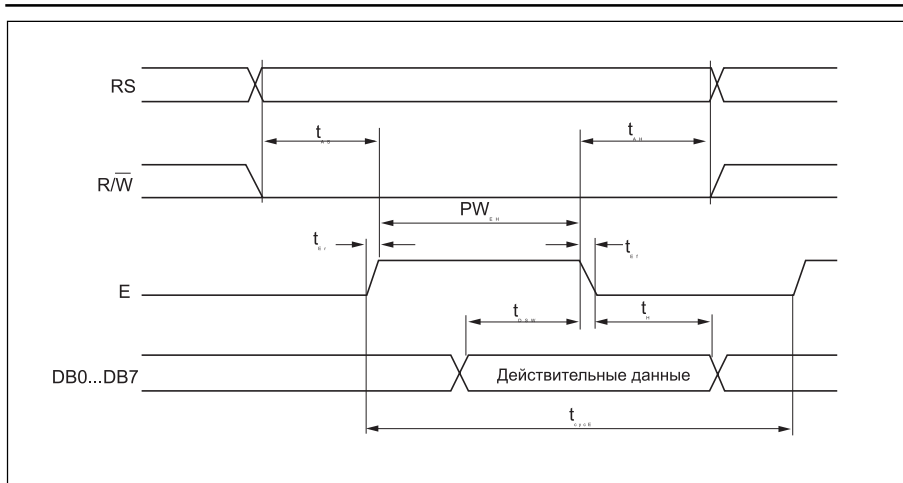

Рис. 3. Временная диаграмма операции записи
Другой вариант - очень простой путь - обмен с ЖКИ-модулем выполняется чисто программными средствами, через порты ввода-вывода управляющей микро-ЭВМ. В дальнейшем мы сконцентрируем внимание именно на этом варианте, так как он позволяет рассмотреть общий случай, абстрагируясь от конкретной системы. Вариант соединения с системной шиной, напротив, требует рассмотрения конкретных устройств, поэтому в случае необходимости можно рекомендовать изучить временные диаграммы операций чтения и записи, приведенные на рис. 3 и 4, а также значения временных параметров, приведенные в табл. 5, 6 и сконструировать соответствующие управляющие схемы.
В соответствии с временной диаграммой (рис. 3,4) в исходном состоянии сигнал E = 0, сигнал R/W = 0, значение сигнала RS - произвольное, шина данных DB0...DB7 в состоянии высокого импеданса (HI). Такое состояние управляющих сигналов (E и R/W) должно поддерживаться все время в промежутках между операциями обмена с ЖКИ-модулем. Шина данных в эти моменты в принципе свободна, и может использоваться в мультиплексном режиме для каких-либо других целей, например, для сканирования матрицы клавиатуры. Естественно, необходимо позаботиться об исключении конфликтов на шине данных в момент совершения операций обмена с ЖКИ-модулем.